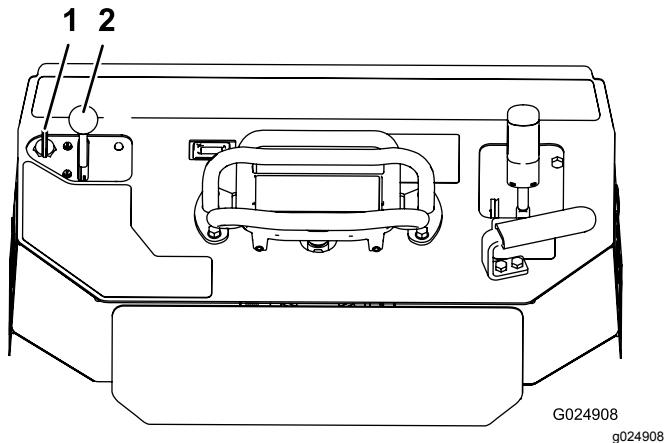

図 18
1. スロットルレバーを低速と高速の中間位置にセットする図18。
2. キーを ON 位置に回す (図 18)。エンジンが始動したら、キーから手を離してください。
3. スロットルレバーを希望位置にセットする 図 18。
2. スロットルレバーを低速位置に動かす図 18。